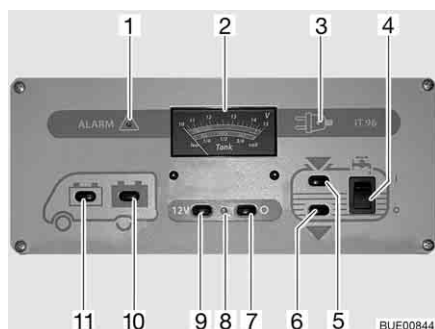

Bild 106 Panel IT 96-2
Med huvudbrytaren 12 V (Bild 106,7 och 9) kopplas panelen och bodelens 12 V-försörjning till eller från.
- Tryck på knappen (Bild 106,9) "12 V": 12 V-försörjningen för bodelen är påslagen. Kontrollampan (Bild 106,8) lyser grönt.
- Tryck på knappen (Bild 106,7) "0": 12 V-försörjningen för bodelen är avstängd. Kontrollampan (Bild 106,8) slocknar.
Med instrumentet V/tank (Bild 106,2) avläses den övre skalan. Instrumentets belysning tänds automatiskt när en knapp trycks in.
- Tryck på knappen (Bild 106,11) "": Startbatteriets spänning visas.
- Tryck på knappen (Bild 106,10) "": Bodelsbatteriets spänning visas.
På instrumentet V/tank kan vattennivån och avloppsvattennivån avläsas. På instrumentet V/tank (Bild 106,2) avläses den undre skalan. Instrumentets belysning tänds automatiskt när en knapp trycks in.
- Tryck på knappen (Bild 106,5) "": Vattenvolymen visas.
- Tryck på knappen (Bild 106,6) "": Avloppsvattenvolymen visas.
Slå på: ■ Vippkontakten (Bild 106,4) trycks in upptill "I": Vattenförsörjningen är aktiverad.
Slå från: ■ Vippkontakten (Bild 106,4) trycks in nedtill "O": Vattenförsörjningen är avstängd.
Den röda varningslampan "ALARM" (Bild 106,1) blinkar så snart spänningen i bodelsbatteri har sjunkit till under 11 V (mätning under pågående drift) och risk för djupurladdning föreligger.
Kontrollampan 12 V (Bild 106,8) lyser då huvudbrytaren 12 V (Bild 106,9) är inkopplad.
Den gula 230 V-kontrollampan (Bild 106,3) lyser när nätspänningen ligger på el-blockets ingång.